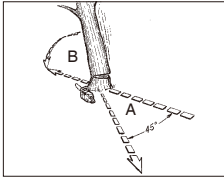

Fig. 11A
**⚠ADVARSEL:** En rømningsbane (A) bør planlegges og ryddes som nødvendig før kutting startes. Rømningsbanen bør strekke bakover og diagonalt til baksiden av det forventede fallområdet, som illustrert i Fig. 11A.
**MERK:** Fallretningen (B) kontrolleres av styreskåret. Før noen kutt gjøres, må du vurdere plasseringen av større grener og hvordan treet lener seg naturlig for å fastslå hvordan treet vil falle.
**⚠ADVARSEL:** Etter hvert som hovedskåret kommer nært til hengelsen, bør treet begynne å falle. Når treet begynner å falle, må du fjerne saken fra skåret, stoppe motoren, sette ned motorsagen, og forlate område langs rømningsbanen (Fig. 11A).